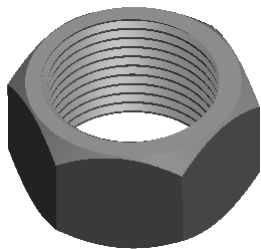

图 4.2.2 放置后的参考模型
- Step3. 在“元件放置”操控板中选择  **默认** 选项，然后单击  按钮，完成参考模型的放置，放置后如图 4.2.2 所示。